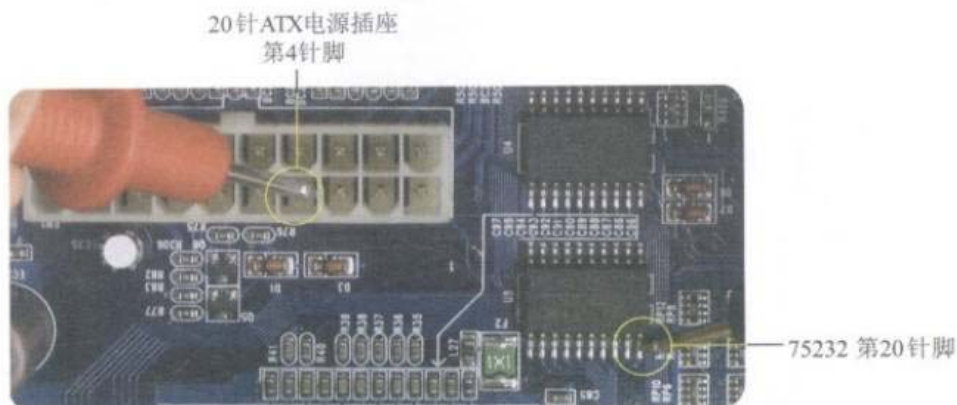

图5-40 测量串口管理芯片的+5V供电电路
**Step 03** 测量20针ATX电源插座第4针脚到串口管理芯片（75232）的线路，如图5-40所示。